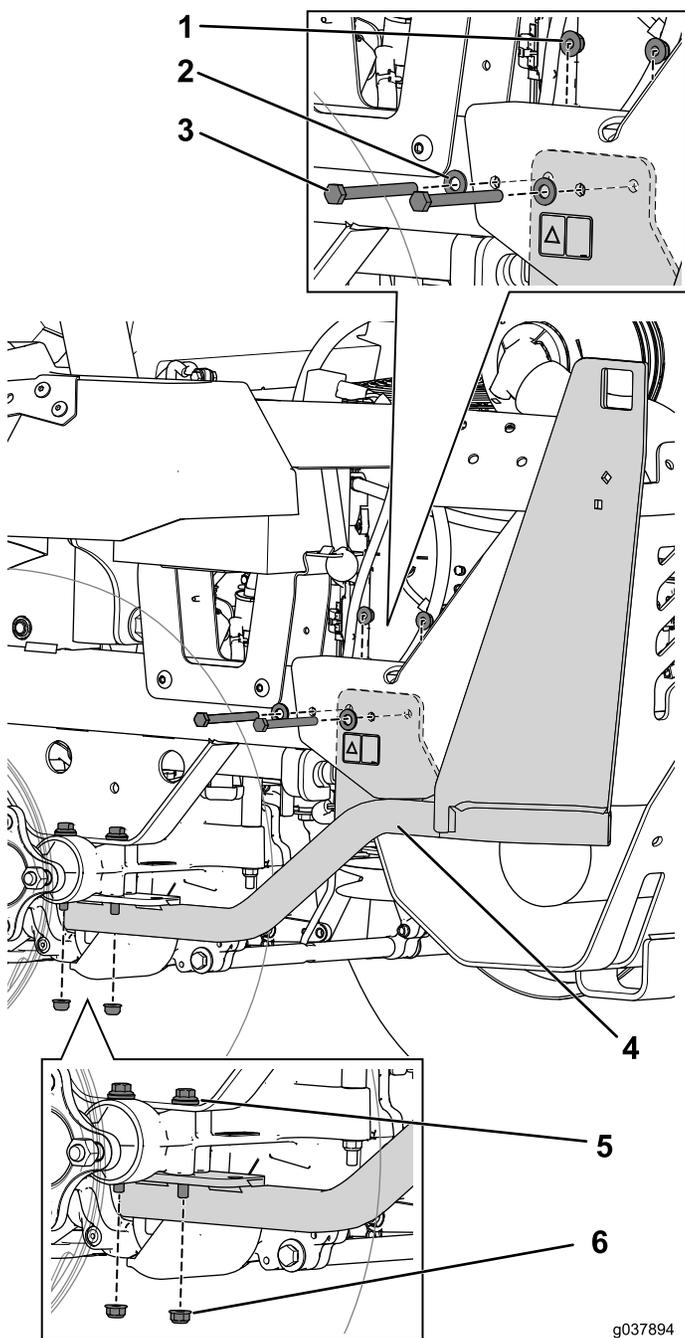

Figure 20
les écrous que vous avez mis de côté (Figure 20).
- Fixez le support au cadre à l'aide des 2 boulons (5/16 x 3/4 po) et écrous (Figure 20).